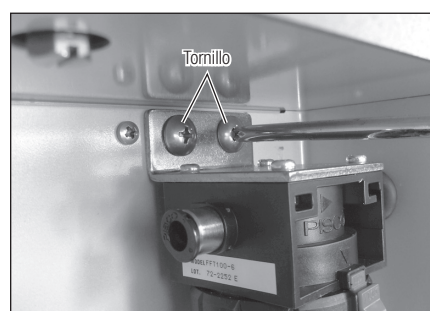

Fig. 32
- 3) Quite los dos tornillos usando un destornillador de estrella para quitar el Filtro de Aire (Fig. 32).